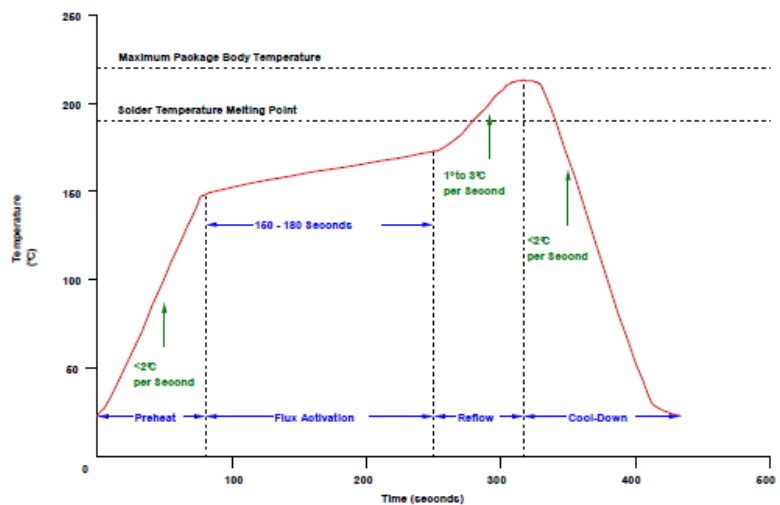

Figure 11: Recommended Reflow Profile – non RoHS
- (1) 溶剤ディスペンサーを使って、ターゲットPCBの中央に少量の溶剤(水溶液)を置いて下さい。PCBの上に平らに溶剤を塗って下さい。
- (2) PCBの反対のコーナーに少量のTAC溶剤を塗って下さい。
- (3) ターゲット・ボードのパターンの向きとSMアダプタのピン1の位置に注意してください。溶剤とパターン(ターゲットPCBのパターンにできるだけ近づけて整理させる)上へアダプタ(ハンダボール側を下にして)を置いて下さい。パーツを扱うためのバキューム・ペンや装着装置を利用することができますが、SMアダプタは、手で扱うほど長持ちします。
- (4) アダプタのハンダ球とターゲットPCBのパッドの間の表面張力は、パーツを整列させます。
- (5) リフロー (Figure 11):